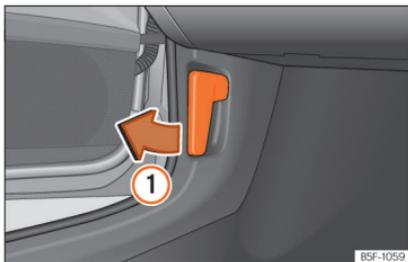

Abb. 12 Entriegelungshebel im Fahrerfußraum.
- Öffnen Sie die Tür und ziehen Sie an dem Hebel unterhalb der Instrumententafel »» Abb. 12 ①.